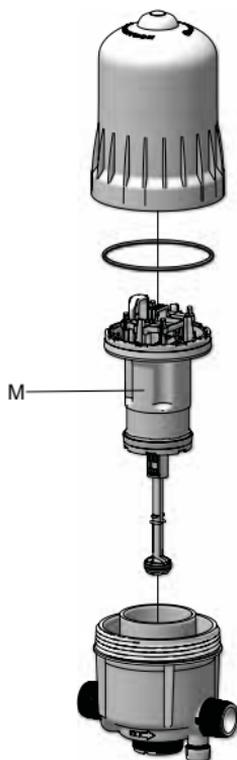

Fig. 26
- Dévisser le couvercle à la main (**Fig. 26**) et le retirer.